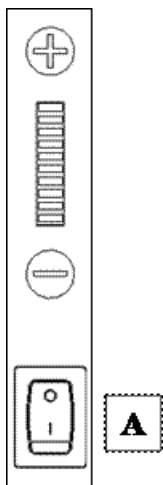
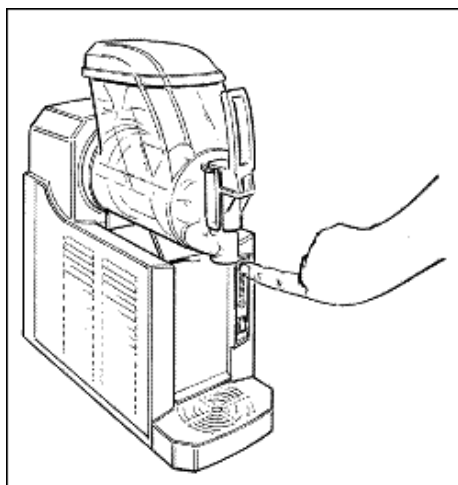

Fig. 24
Fig. 25
- Attivare l'interruttore generale A (Fig. 24).
- Per attivare l'impianto frigorifero in modalità raffreddamento e variare la consistenza del prodotto, agire sui tasti + e - sul pannello di controllo (Fig. 25). Agendo sul tasto +, il numero dei LED accesi aumenterà insieme alla consistenza del prodotto; agendo sul tasto -, il numero dei LED accesi diminuirà, con una conseguente riduzione della consistenza (Fig. 24).